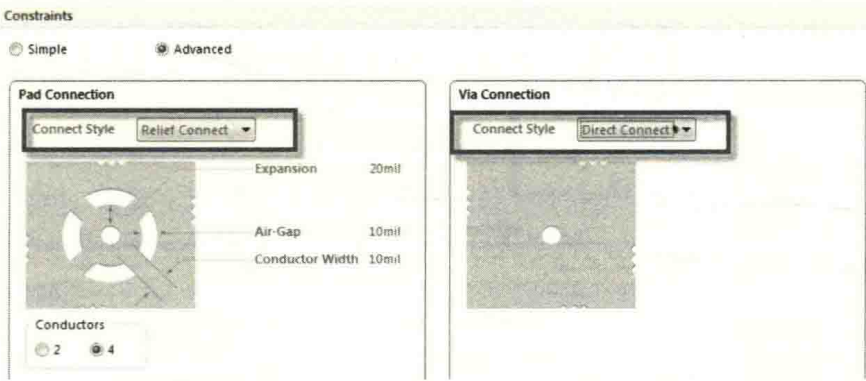

图 9-31 单独设置焊盘连接方式、过孔连接方式
- ③ Conductors: 用于选择导通的导线的数目，可以有2条或者4条导线供选择。
- ④ Conductor Width: 用于设置导通的导线宽度。
- ⑤ Air-Gap: 用于设置空隙的间隔宽度。
- ⑥ Expansion: 用于设置从过孔到空隙的间隔之间的距离。
- (2) 选择“Advanced”选项，可以分别单独设置焊盘连接方式、过孔连接方式，如图9-31所示，一般焊盘选择花焊盘连接方式，过孔选择全连接方式。